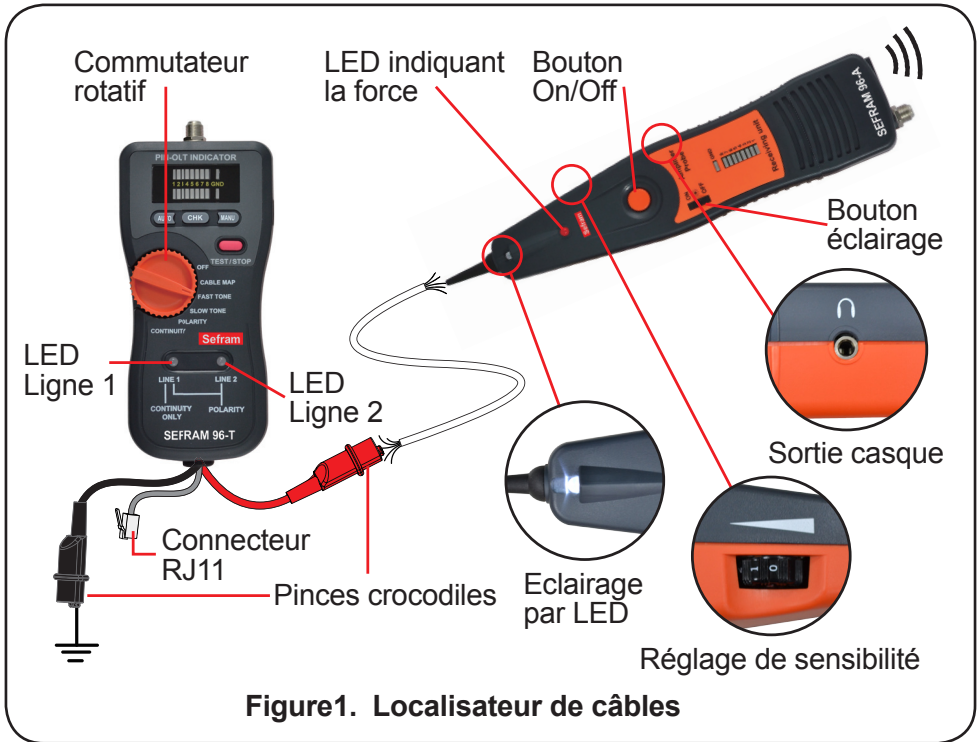

Figure1. Localisateur de câbles
Branchez une extrémité sur le fil rouge et le fil noir à la terre ou la masse de l'équipement.(voir Figure 1)
1. Branchez les cordons à la paire à tester, ou mettre un fil à la terre et l'autre connecté à la ligne (voir Figure 1)